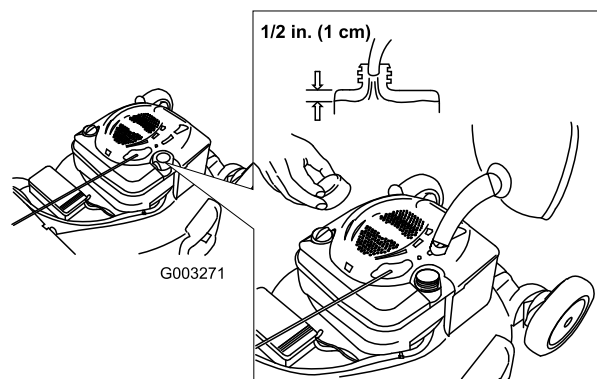

Figura 9
**Nota:** Riempite il serbatoio del carburante con benzina normale fresca senza piombo, proveniente da una stazione di rifornimento di buona marca (Figura 9).